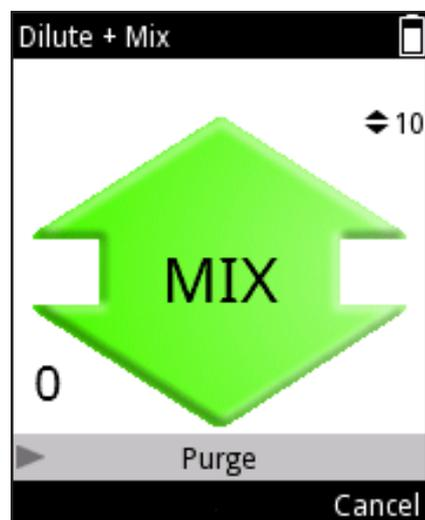

图 D32.
8. b) 基于周期的混合类型：设定数量的混合周期由移液器完成。如果混合计数器设为启动，屏幕左下角就会出现一个显示混合周期次数的数字 (图 D32)。